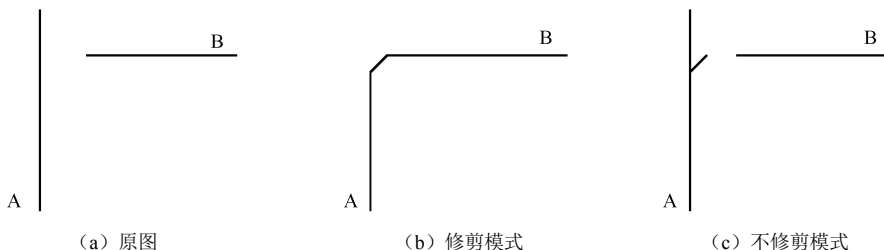

图 4-37 倒角示例一
(1) 首先参照图 4-37 (a) 绘制两条直线 A 和 B, 长度 100 左右。用距离为 10, 角度  $45^\circ$  的倒角将直线 A 和 B 连接起来。
结果如图 4-37 (b) 所示。
结果如图 4-37 (c) 所示。